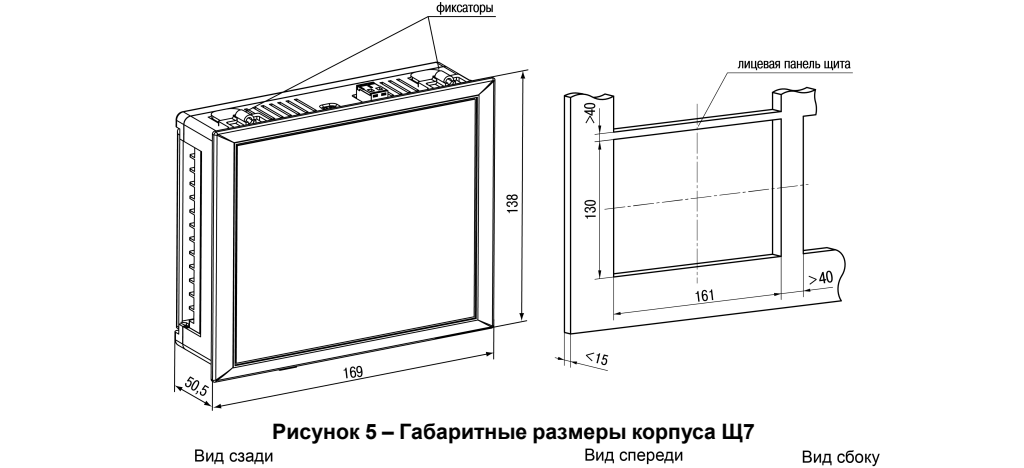

Рисунок 5 – Габаритные размеры корпуса Щ7
1. Подготовить на щите управления место для установки прибора (см. *рисунок 5*).